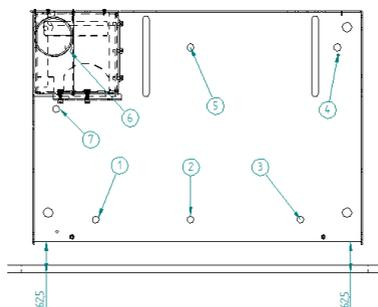

Figure 5 – Fixation de la base de l'appareil
- Figure 5 : laisser un écart de 62,5mm entre la base et la face avant.